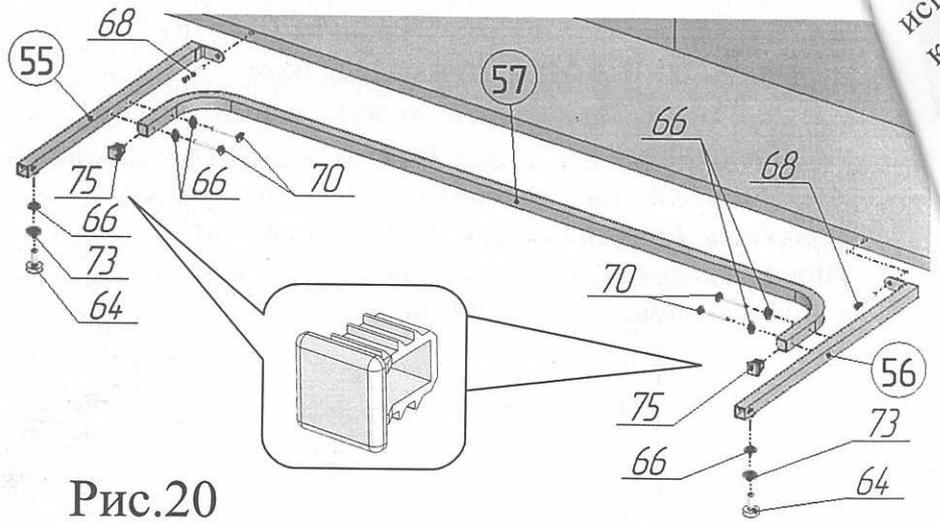
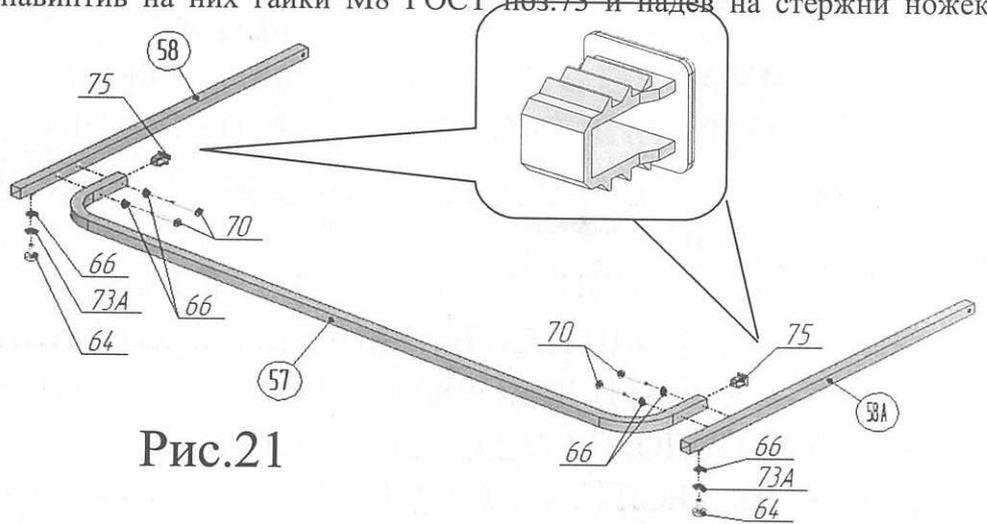

Рис.20
Рис.21
22. В торцы перемычки поз.57 вставить заглушки 20x20 поз.75 в соответствии с рис.20. К перемычке поз.57 присоединить упоры поз.55 и поз.56, используя винты М6x35 поз.70 и шайбы стопорные поз.66 в соответствии с рисунком 20. Во встроенные гайки упоров поз.55,56 вернуть ножки поз.64, предварительно навинтив на них гайки М8 ГОСТ поз.73 и надев на стержни ножек шайбы стопорные поз.66. Присоединить собранную конструкцию к коробу с помощью винтов-конфирматов поз.68 (рис.20).
23. В торцы перемычки поз.57 вставить заглушки 20x20 поз.75 в соответствии с рис.21. К перемычке поз.57 присоединить ноги поз.58, 58А, используя винты М6x35 поз.70 и шайбы стопорные поз.66 в соответствии с рисунком 21. Во встроенные гайки ног поз.58 и 58А вернуть ножки поз.64, предварительно навинтив на них гайки М8 ГОСТ поз.73 и надев на стержни ножек шайбы стопорные поз.66. В ноги поз.58 вставить заглушки 20x20 поз.75 в соответствии с рисунком 21. После окончательной сборки стола отрегулировать ножки поз.64, установленные в данном пункте и п.21. Затянуть гайки поз.73 таким образом, чтобы шайбы поз. 66 оказались прижаты к ногам поз.58, 58А (рис.21) и упорам поз.55,56 (рис.20).